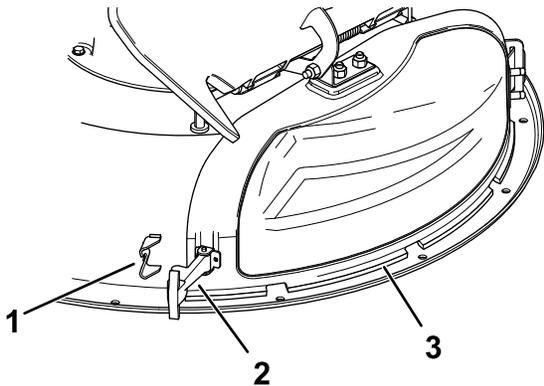

Figura 11
3. Solte o trinco flexível do fixador do trinco na cobertura de descarga e rode a cobertura de descarga para a direita (Figura 11).
- Prenda a cobertura de descarga à plataforma encaixando o trinco flexível na cobertura de descarga no retentor na plataforma (Figura 11).